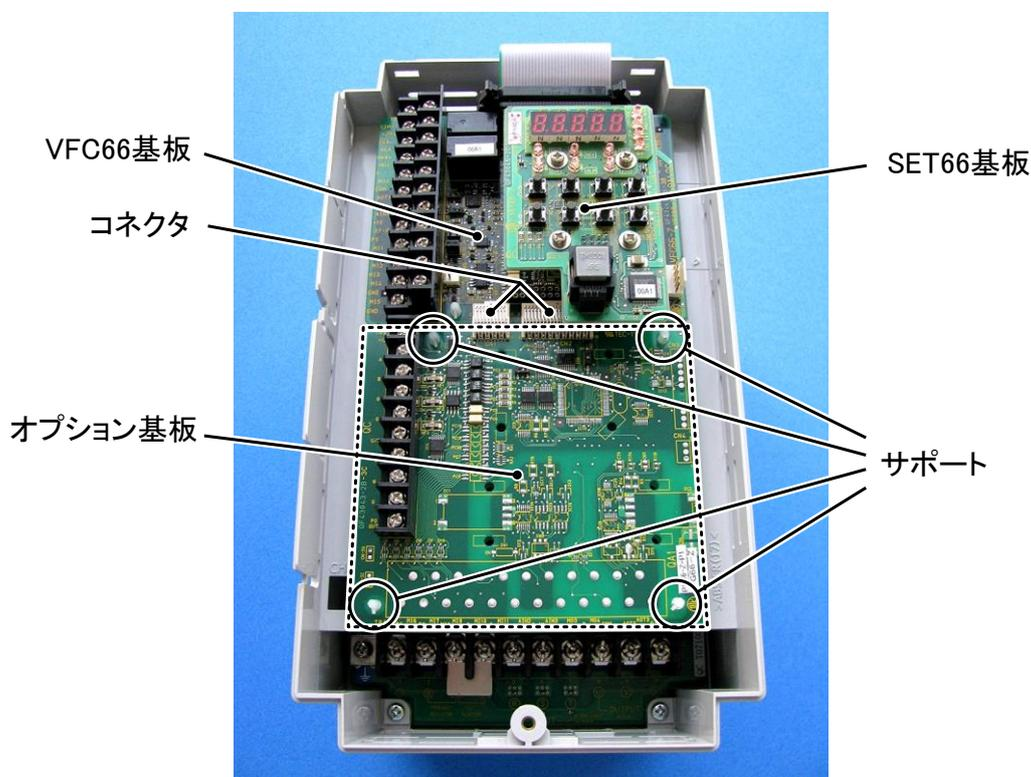
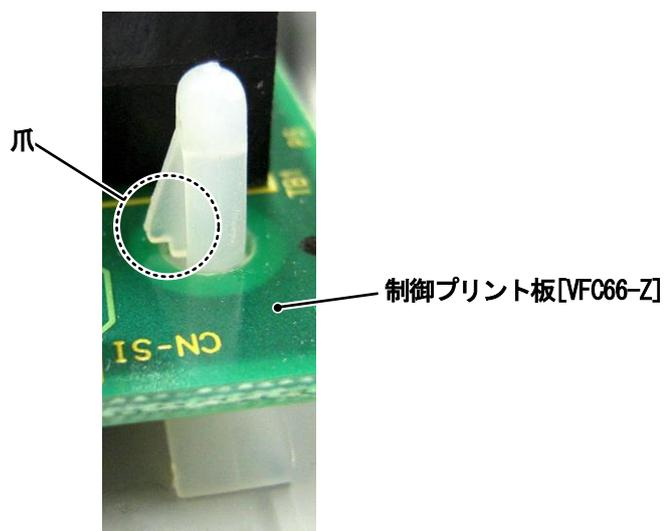

図1 表面カバーを開けた状態
図3 サポートの爪部分
⑤制御プリント板[VF66-Z]にも VF66B (DC モータ駆動) 筐体に固定するサポートがありますので、図3に示した爪部分をサポート内部に押し込むようにして、制御プリント板[VF66-Z]を取り外してください。
⑥取り外したオプション基板の6つの穴と図1に丸印で示したサポートの位置を合わせ、図3に示すようにサポートの爪部分が基板上部に引っ掛かるまで基板を押し込んでください。